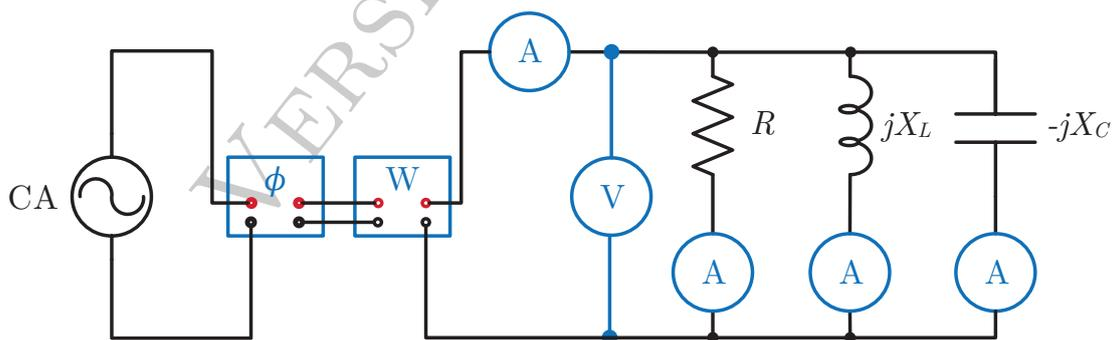

Figura 4: Circuito para la medición de potencia activa y ángulo de desfase utilizando el fasorímetro.
8. Armar el circuito de la Figura 4.